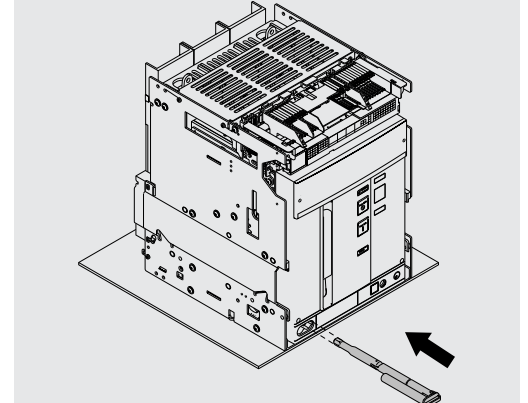

Figura 98
13. Volver a poner la manivela en su alojamiento. Véase Figura 98.